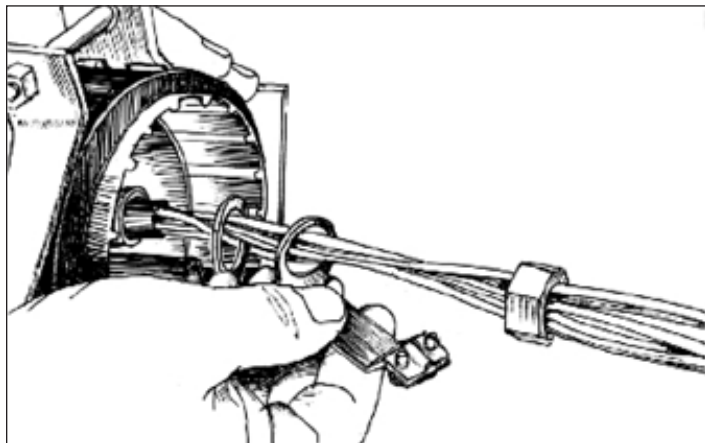

Рисунок 4.7 – Установка деталей комплекта
4.1.16 Надвинув на штуцер втулку (пластмассовую), ввести его в патрубок оголовника муфты. Надвинуть на штуцер шайбу, кронштейн и навернуть гайку (рисунок 4.7).